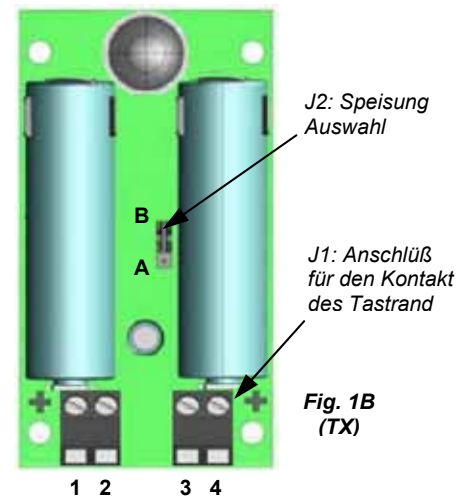

Fig. 1B
- Stellen Sie die Anschlüsse wie in den oben stehenden Abschnitten beschrieben her. Achten Sie dabei darauf, die Speisung des Senders mit Hilfe des Jumpers (J2, Abb. 1B) zu wählen:
- Schließen Sie den Ausgangskontakt der Sicherheitsflanke (J1, Abb. 1B) an die vorgesehene Klemmleiste. Bei Nichtverwendung dieser Option lassen Sie die vorhandene Brücke eingesetzt.